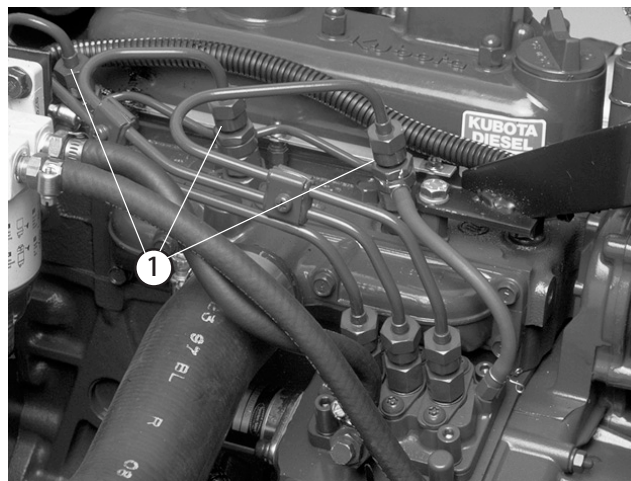

図 52
- 燃料噴射ポンプの No.1 ノズル&ホルダ・アセンブリ (図 52) へのパイプ接続部をゆるめる。